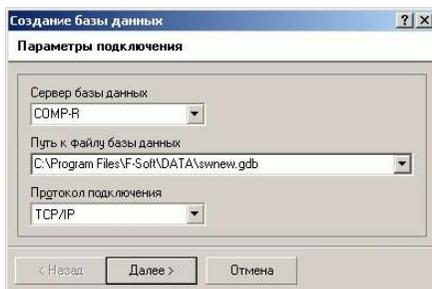

Рис. 5.4. Создание базы данных. Параметры подключения
- ▶ В появившемся окне **Создание базы данных** (см. Рис. 5.4) необходимо ввести полное имя (включая путь) новой базы данных в поле **Путь к**